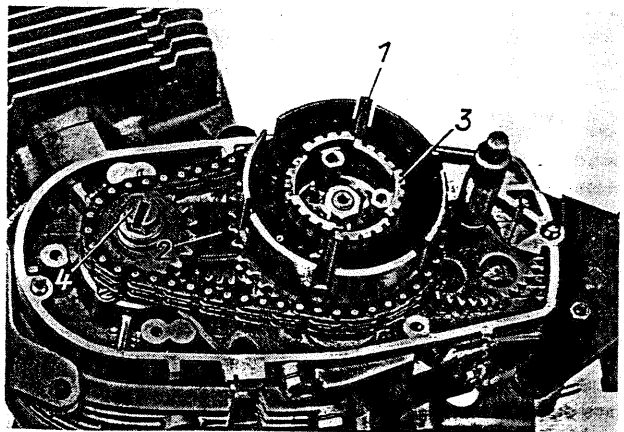

Fig. 196. Fixer le disque récepteur
La vis M 10×25 (4) pourvue de la rondelle Grower et de la rondelle de serrage doit être assemblée avec la roue à chaîne sur le vilebrequin en les serrant au couple de 56_{-11}^{+11} Nm ($5,6_{-1,1}^{+1,1}$ kpm) (fig. 196).